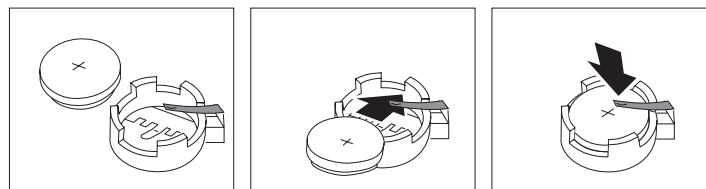

図 141. SAN ボリューム・コントローラー 2145-4F2 システム・ボード CMOS バッテリーの交換
2. 図 141に示すように、バッテリー・クリップの下にスライドさせるときに、バッテリーを下に押し、ソケットに入れます。